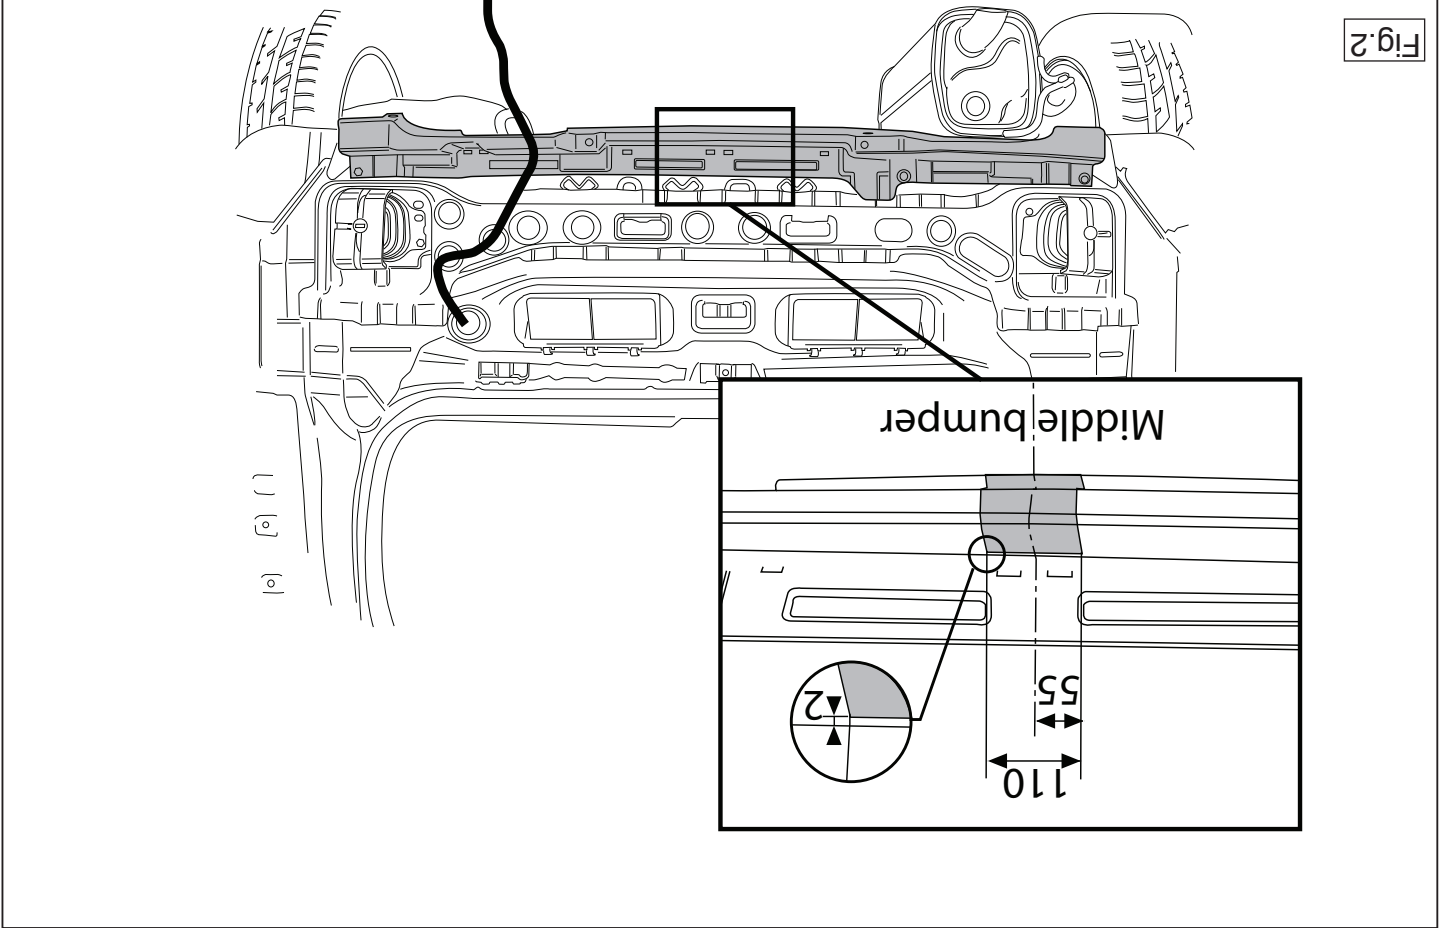

Fig.2
3. Saw out the indicated section in accordance with figure 2.
3. Scier la partie indiquée conformément à la figure 2.
3. Gemäß Abb. 2 das angegebene Teil heraus schneiden.